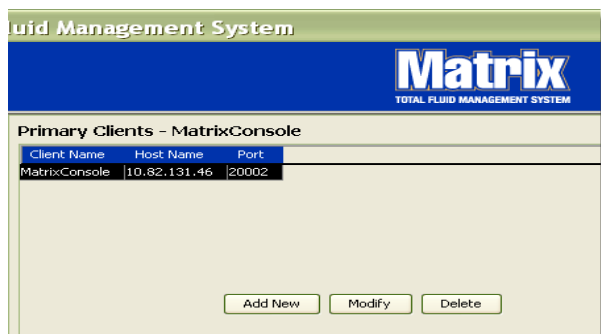

Рис. 79
4. Чтобы добавить новый основной клиент, нажмите кнопку «Add New» [Добавить] (Рис. 79).